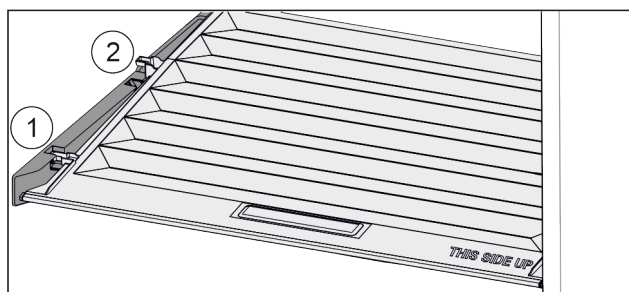

Fig. 142
- ▶ Vytáhněte víko dopředu až k otvoru v přídržných dílech Fig. 142 (1).
- ▶ Vzadu zesopdu nadzvedněte a vyjměte směrem nahoru Fig. 142 (2).